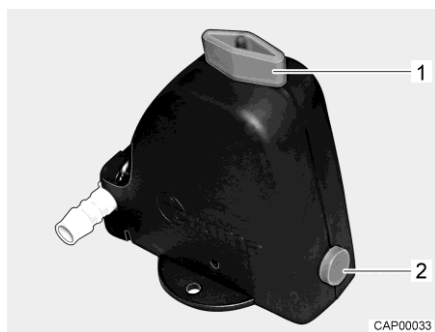

Fig. 250 Valvola di sicurezza/di scarico (Truma)
- Chiudere la valvola di sicurezza/di scarico (Truma). A tal fine ruotare la manopola (Fig. 250,1) verticalmente rispetto alla valvola di sicurezza/di scarico e premere verso l'interno il bottone automatico (Fig. 250,2). Con temperature inferiori a 6 °C non è possibile chiudere la valvola di sicurezza/di scarico. Per questo motivo è necessario inserire il riscaldamento dell'abitacolo ed aspettare che la temperatura della valvola di sicurezza/di scarico salga sopra gli 6 °C.